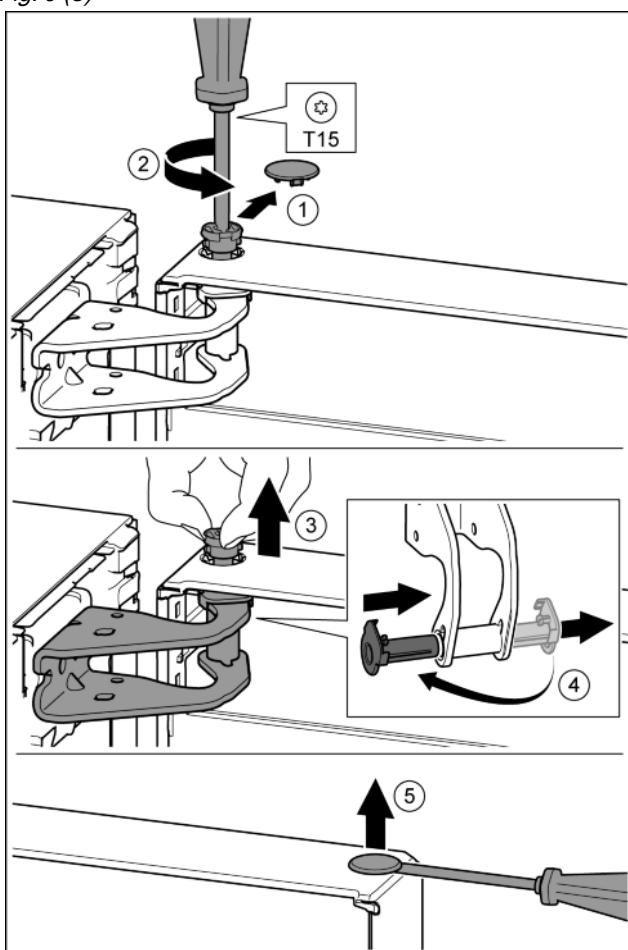

Fig. 10
- ▶ Enlever délicatement le cache de sécurité. *Fig. 10 (1)*
- ▶ Dévisser légèrement le boulon avec un tournevis T15. *Fig. 10 (2)*
- ▶ Tenir fermement la porte et sortir le boulon avec les doigts. *Fig. 10 (3)*
- ▶ Tirer la douille de palier en dehors du guide. La mettre de l'autre côté et l'enclencher. *Fig. 10 (4)*